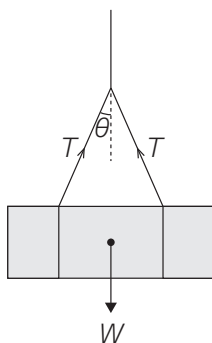

図1
- (2) ○ 一般に、ワイヤーロープ2本吊りの場合の吊り角度は、2本のロープ間の角度をいう。(図1では 2θ である)